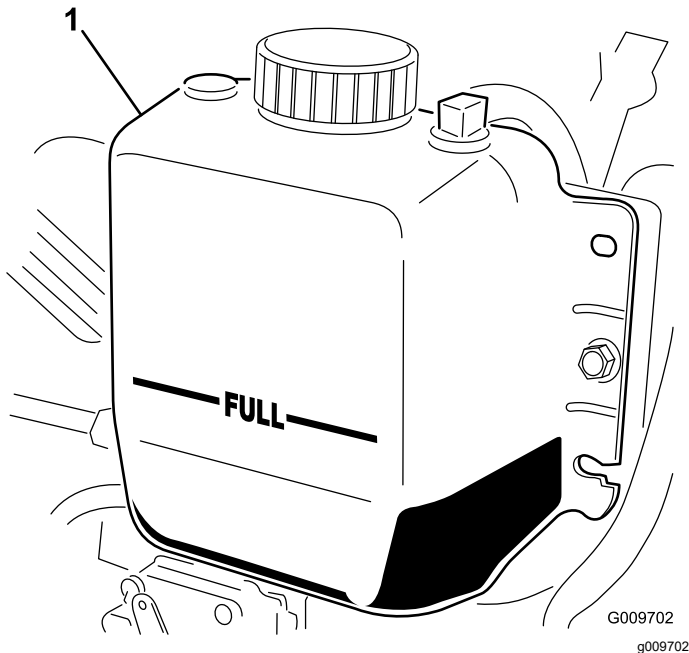

Figura 85
3. Compruebe el nivel de refrigerante del radiador. El radiador debe llenarse hasta la parte superior del cuello de llenado, y el depósito de expansión debe llenarse hasta la marca LLENO (Figura 85).